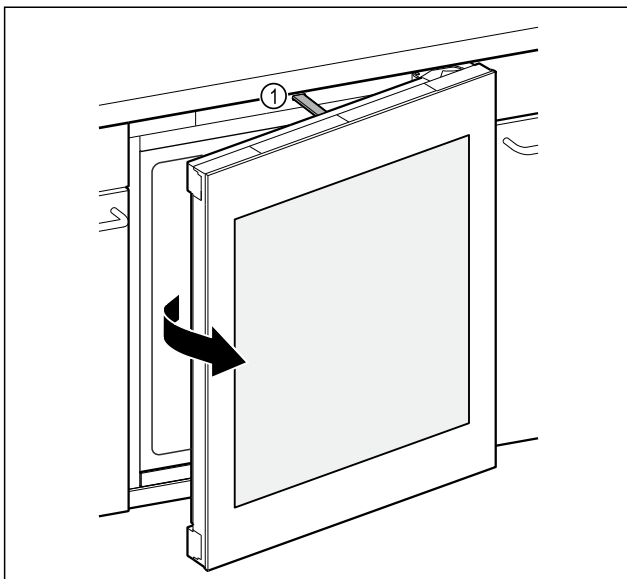

Fig. 84
- ▷ Schubstange Fig. 84 (1) öffnet Tür ungefähr 7 cm.